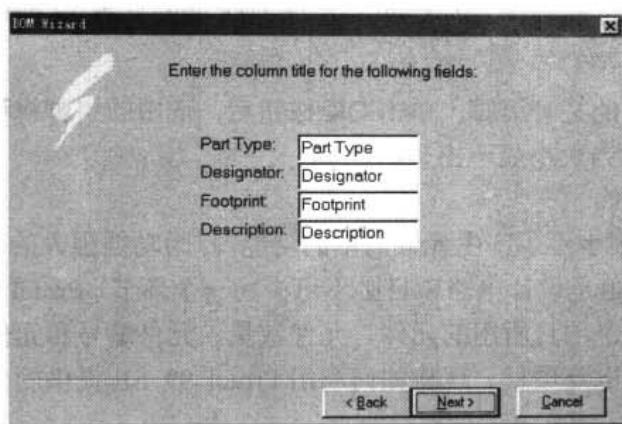
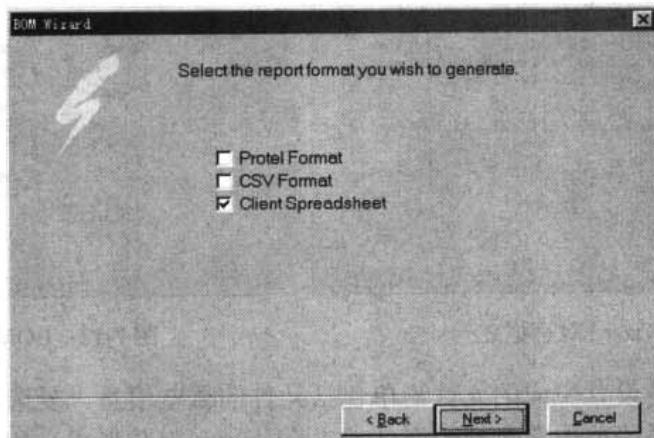

图 7-13 BOM Wizard 对话框之三
图 7-14 BOM Wizard 对话框之四
- (4) 设置好清单内容，单击 Next 按钮后，进入向导的下一步。此时系统弹出如图 7-13 所示的对话框。
(5) 如果在第(2)步选择了 Field 1~Field 4，系统还将弹出一个与图 7-13 类似的对话框，可输入 Field 1~Field 4 栏目的标题。如果使用的是默认设置，系统会直接出现如图 7-14 所示的对话框。